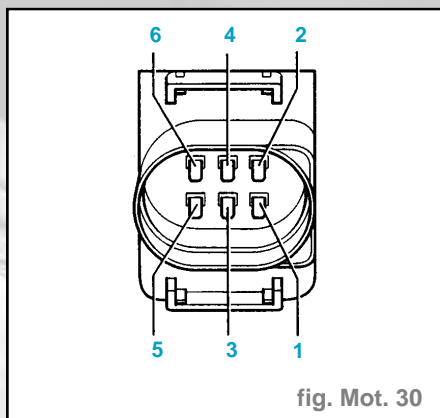

fig. Mot. 30
- Raccorder le multimètre aux contacts suivants de la fiche pour la mesure ohmique (fig. mot. 30).